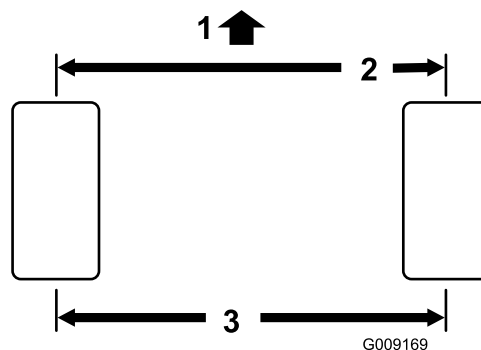

Figure 53
1. Mesurez l'entraxe (à hauteur d'essieu) à l'avant et à l'arrière des roues directrices (Figure 53).